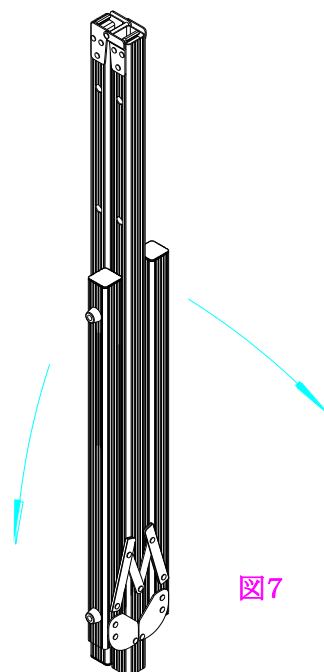

図7
1. ケースから T レッグを取り出し、図7のように足を広げます。